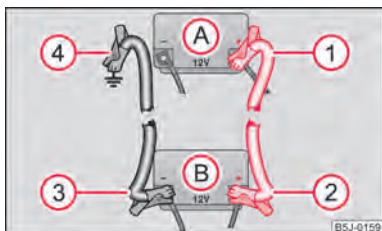

Fig. 142 Avviamento d'emergenza con la batteria di un altro veicolo: A - Batteria scarica, B - Batteria erogante corrente
- Collegare un'estremità del cavo ① al polo positivo → fig. 142 della batteria scarica (A).
- Collegare l'altra estremità del cavo ② al polo positivo della batteria erogante corrente (B).